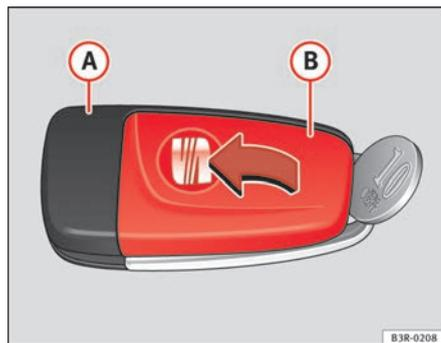

Fig. 69 Llave principal:
- Separe **con cuidado**, haciendo palanca con una moneda, la parte de la llave ⇒ fig. 69 (A) y la tapa (B).